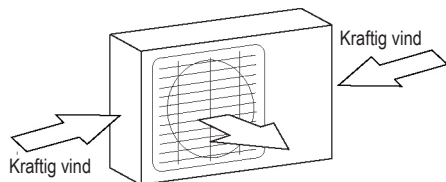

Fig. 5.1
- Hvis plasseringen er utsatt for sterk vind (f.eks. nær havet), må enheten plasseres opp mot vegg for å skjerme den mot vinden. Bruk en markise, hvis nødvendig. (Se fig. 5.1 & 5,2)